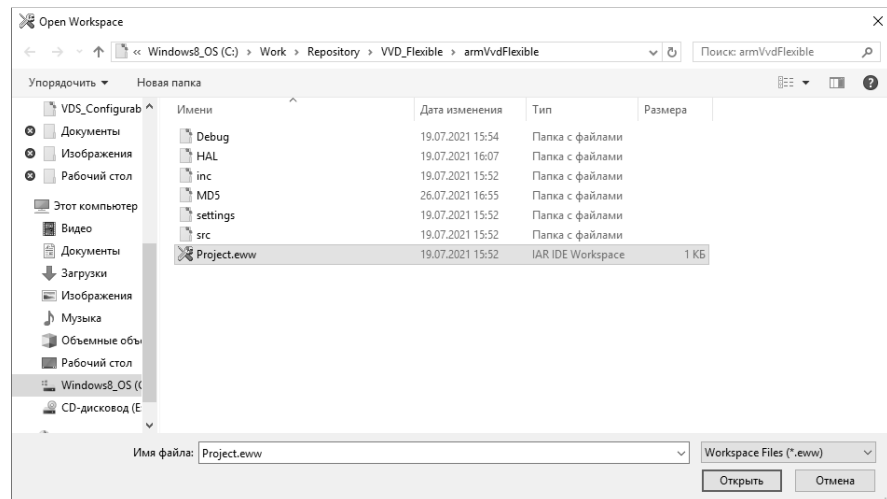

Рисунок 2.1 - Окно выбора файла «Project.eww»
- Запустить среду разработки «IAR Embedded Workbench for ARM», затем в основном меню выбрать File -> Open -> Workspace. В открывшемся окне выбрать файл «Project.eww» (рисунок 2.1).